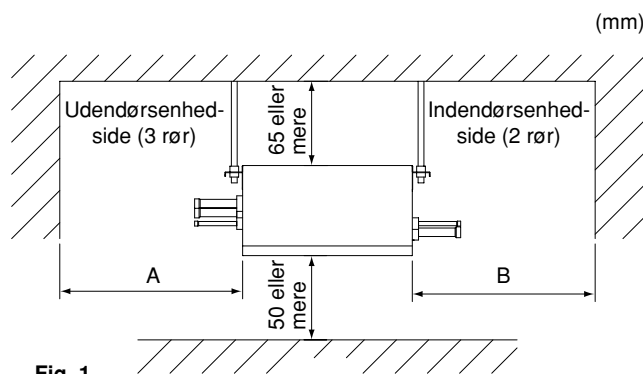

Fig. 1
- Hvor der er tilstrækkelig plads til, at vedligeholdelse og service kan foretages. (Se fig. 1)